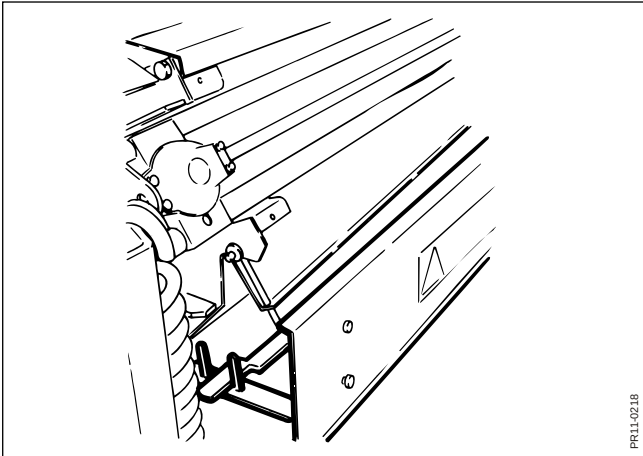

Fig. 4.12
- Fig. 4.12** 1. Skærm bag slibeapparat sænkes.